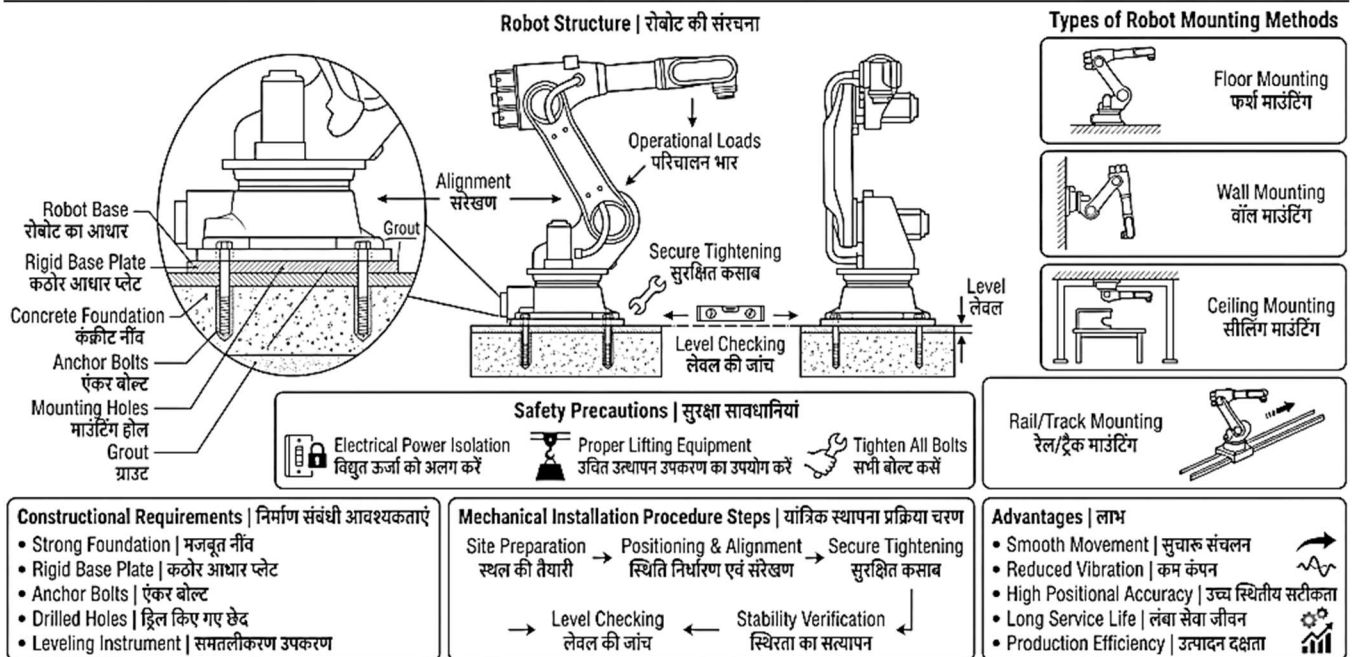

Fig. 5.2: Detailed Technical Diagram of Industrial Robot Mechanical Installation | औद्योगिक रोबोट के यांत्रिक अधिष्ठापन का विस्तृत तकनीकी आरेख
5.2.1 Introduction to Mechanical Installation of Robot (Fig. 5.2)
5.2.1 रोबोट की यांत्रिक स्थापना का परिचय (Fig. 5.2)